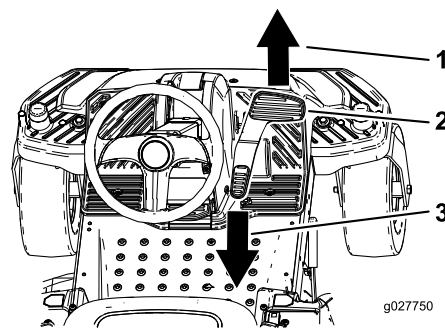

Figura 13
3. Premete lentamente il pedale di controllo della trazione, sulla parte superiore per spostarvi in avanti o sulla parte inferiore per spostarvi indietro (Figura 13).